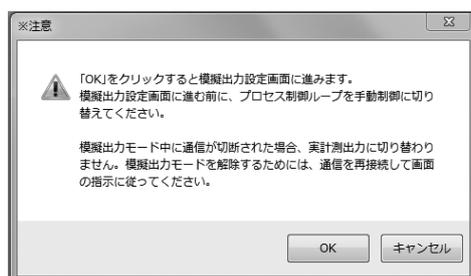

図121
- ① メニューの「Diagnosis/Service(T)」>「Loop Test」>「Fix Analog 1」をクリックすると、メッセージボックス(図121)が表示されますので、プロセス制御ループを手動に切り替えた事を確認してから、「OK」ボタンをクリックしてください。